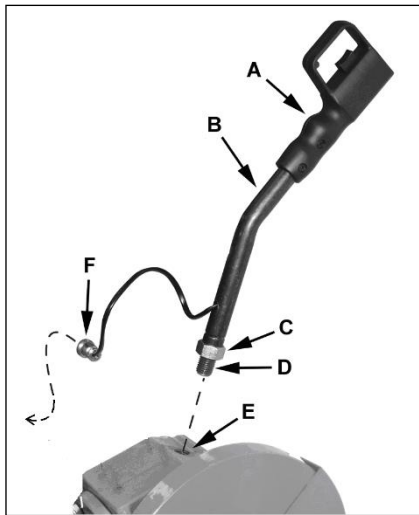

Рис.1
Завинтите резьбовую часть (D, Рис. 1) управляющей ручки (B) в резьбовое отверстие (E). Закрепите контргайку (C).
Запустить станок можно нажав пальцем пусковую кнопку на управляющей ручке (A, Рис.1).